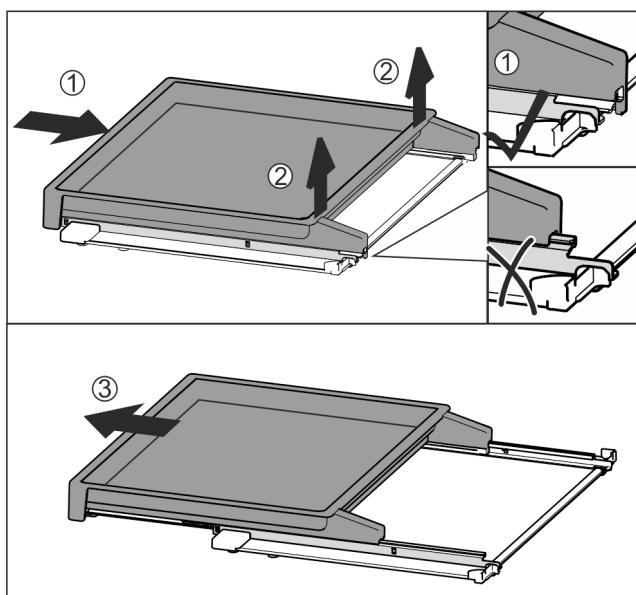

Fig. 114
- Izvlačni pretinac pogurnite do kraja Fig. 114 (1).
- Otpustite zapor sa stražnje strane Fig. 114 (2).
- Izvadite izvlačni pretinac prema naprijed Fig. 114 (3).